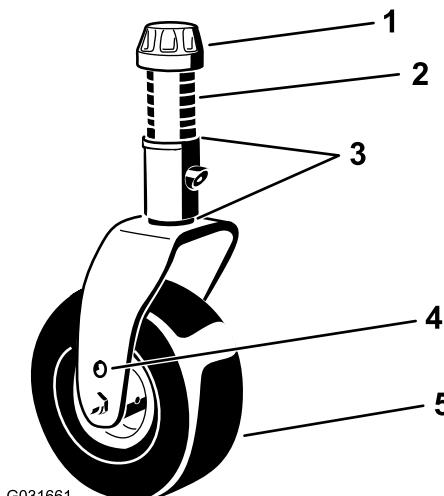

**Figure 18**
3. Placez les essieux des roues pivotantes dans les mêmes trous sur toutes les fourches ; voir le tableau (Figure 18) pour déterminer les trous corrects pour le réglage.
**Remarque:** Pour déterminer les combinaisons d'entretoises requises pour les différentes hauteurs de coupe, reportez-vous au tableau (Figure 18).